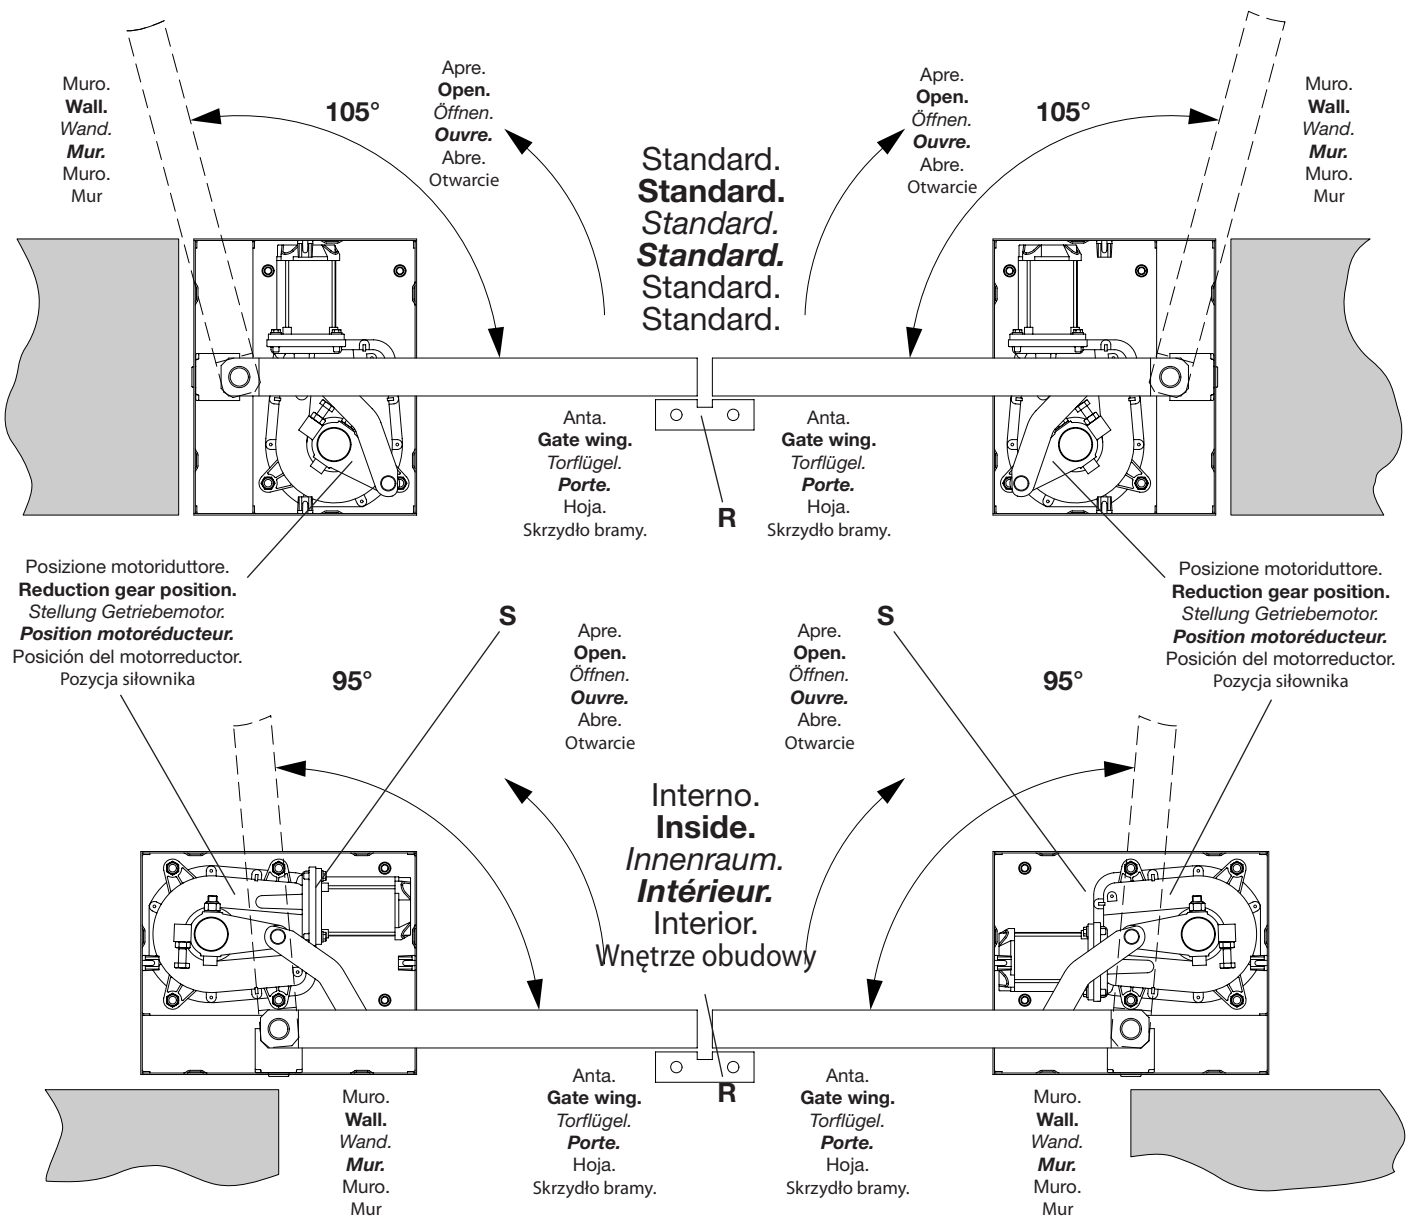

Fig.3
- 2 Getriebemotor am Kasten, je nach Montageart (siehe Abb. 3), mittels 4 der 6 auf dem Kasten befindlichen Mutterschrauben und der beiliegenden selbstsperrenden Muttern befestigen.